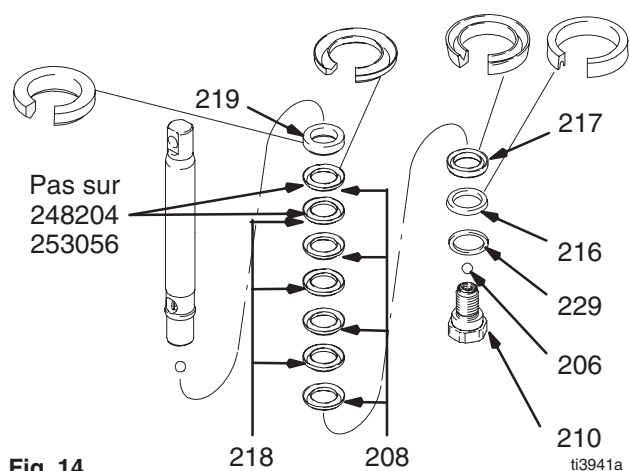

Fig. 14
Fig. 14. Faire tremper tous les joints en cuir dans de l'huile SAE 30W pendant 1 heure au minimum avant le montage. Enfiler la bague mâle (219) sur la tige de piston. Enfiler alternativement les joints en UHMWPE (208) et en cuir (218) (attention au sens) sur la tige de piston. Monter la bague femelle (217). Monter le racleur de piston (216) (attention au sens) et la rondelle d'appui (229) sur la soupape de piston (210). L'enduit d'étanchéité spécial recouvrant le filetage de la soupape de piston est bon pour quatre changements de joints. Enduire le filetage de la soupape de piston de Loctite® après le quatrième changement de joints.